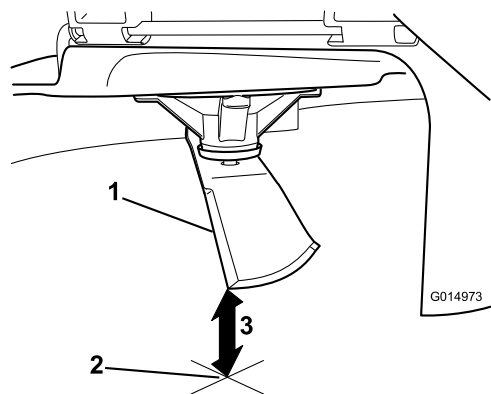

Bild 64
5. Messen Sie von der Messerspitze bis zu ebenen Fläche (**Bild 64**).